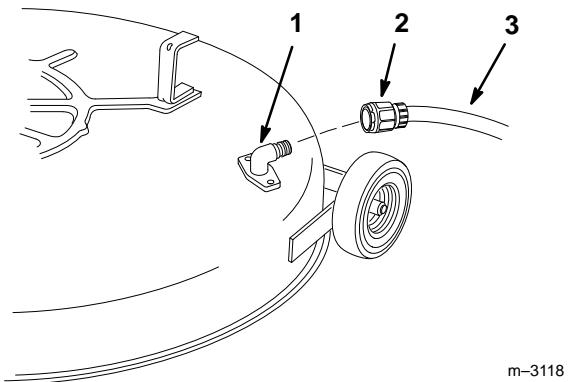

Figure 22
2. Visser la douille de raccordement du tuyau au raccord de lavage de la tondeuse et ouvrir l'eau à fond (Fig. 22).